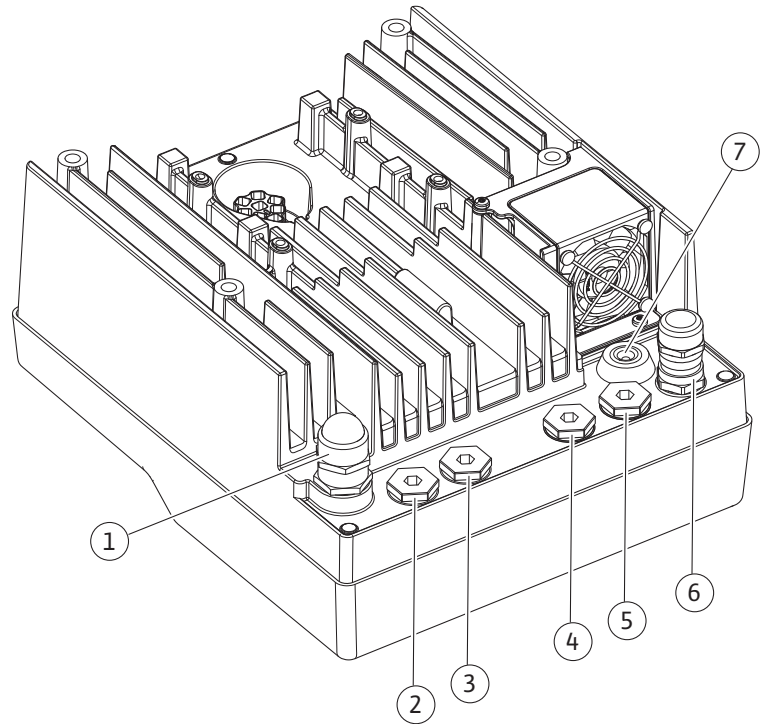

Fig. 8: 电缆螺纹接头/电缆连接
- 楼宇自动化的CIF模块 (总线通讯) : 屏蔽连接在电子模块的电缆套管上 (Fig. 8)。
4. 将接线电缆穿过M25电缆螺纹接头 (Fig. 8, 位置1)。用规定的扭矩拧紧电缆螺纹接头。